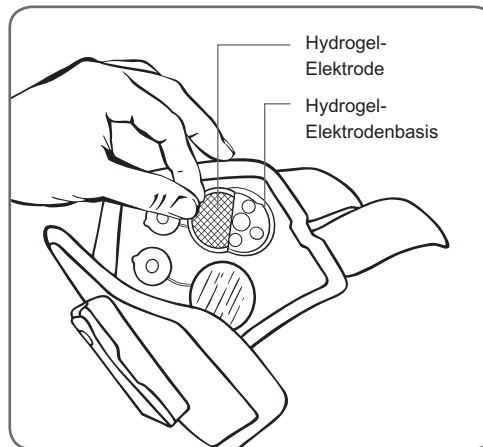

Abbildung 6-8: Entfernen der gebrauchten L300-Hydrogel-Elektroden
2. Ziehen Sie die L300-Hydrogel-Elektroden vorsichtig von den Basen ab. Achten Sie darauf, nicht die Basen von der L300-FS-Manschette zu lösen (siehe Abbildung 6-8).